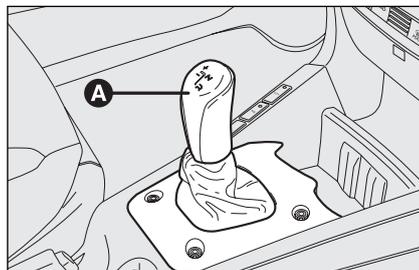

fig. 8
Agendo sulla leva di comando **A-fig. 8**, di tipo flottante ad “unica posizione centrale stabile”, è possibile richiedere l'innestamento/decremento del rapporto marcia innestato e/o l'inserimento della retromarcia (R) o della posizione di folle (N).